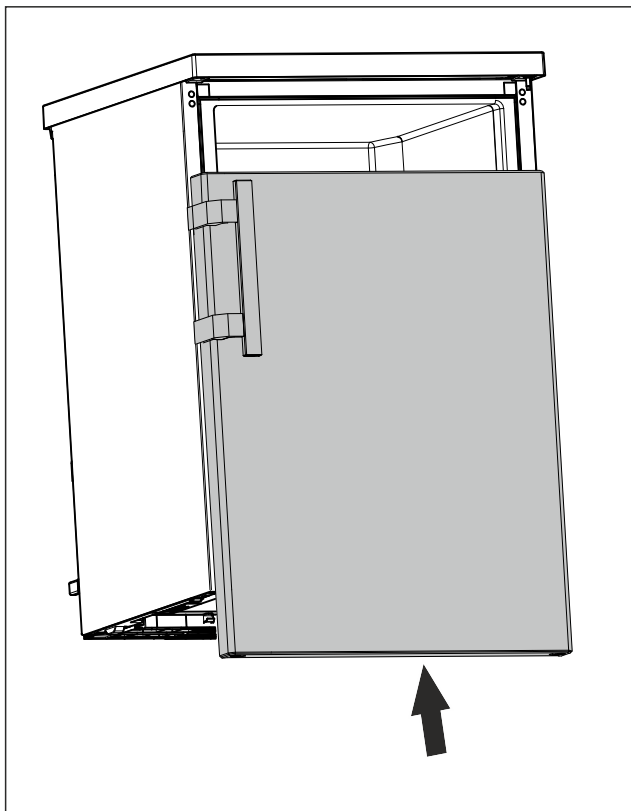

Fig. 16
- ▶ Надвиньте дверь в закрытом состоянии на верхний болт. (см. *Fig. 16*)